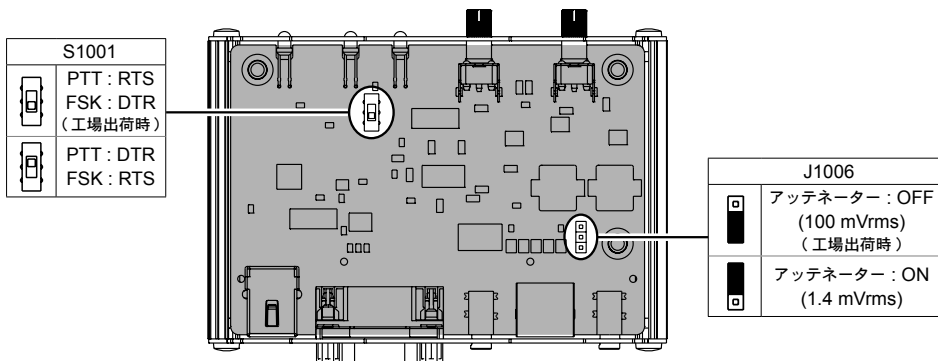

図 2
3. 図2を参考に、ジャンパー (J1006) の設定または、スイッチ (S1001) の切り換えを行います。